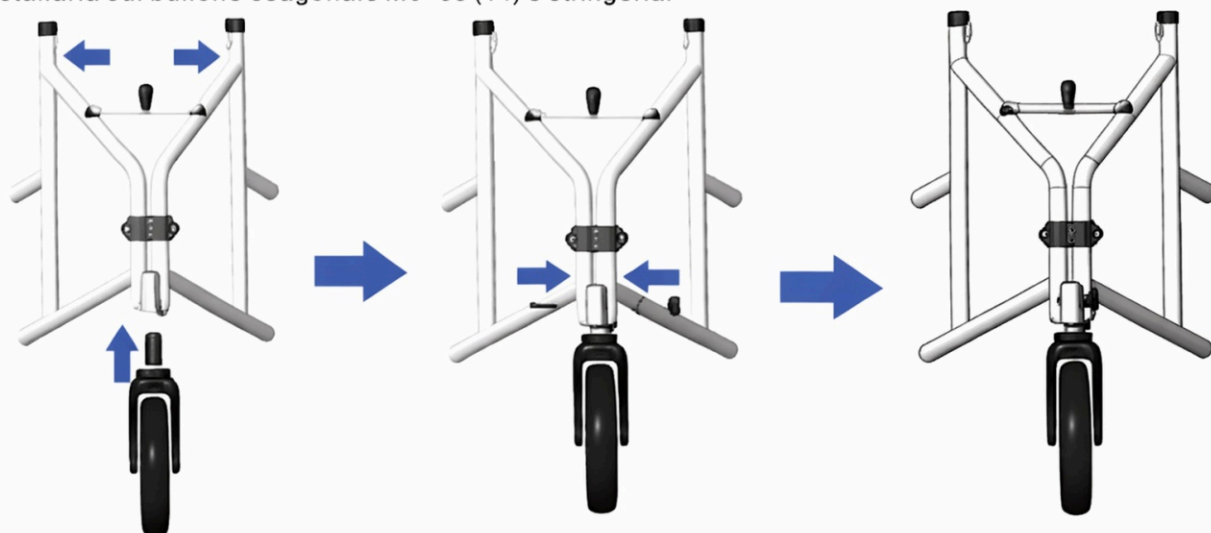

Figura 2
Passaggio 1 (come mostrato nella Figura 2): Estrarre il gruppo telaio principale (1) e il gruppo ruota anteriore (9). Spingere con le mani telai sinistro e destro del gruppo telaio principale verso l'esterno. Allineare il foro del dado ruota anteriore del gruppo ruota anteriore (9) con il foro del manicotto della ruota anteriore del gruppo telaio principale (1). Inserire il gruppo ruota anteriore (9) nel manicotto della ruota anteriore del gruppo telaio principale (1). Quindi inserire il bullone esagonale M6×35 (14) attraverso il foro del manicotto della ruota anteriore del gruppo telaio principale (1) e allinearlo con il foro del dado ruota anteriore del gruppo ruota anteriore (9). Prendere la manopola piccola con rondella curva (11). installarla sul bullone esagonale M6×35 (14) e stringerla.